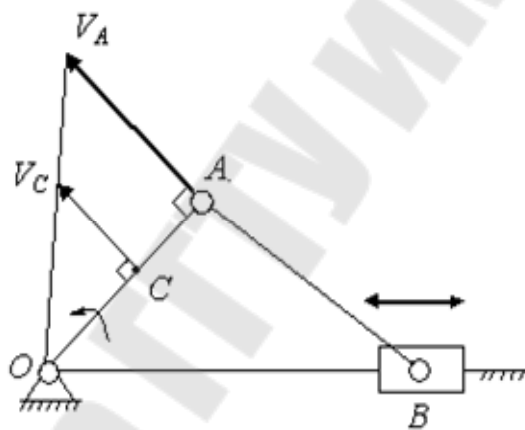

Рис. 23
22. Нет, шатун AB совершает плоскопараллельное движение (рис. 23).
23. Пропорциональны и перпендикулярны радиусам окружностей, по которым движутся точки: $V_A = \omega_{OA} \cdot OA$, $V_C = \omega_{OA} \cdot OC$ (рис. 23).